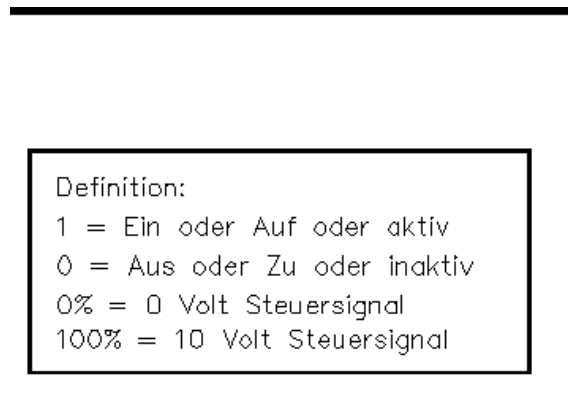

Bild 1.5 – Die Legende mit den verwendeten Abkürzungen
- Nutzen Sie dazu die Funktion *Tabelle mit Parameter einfügen* (1 Zeile, 1 Spalte) und platzieren Sie die Legende in der oberen rechten Ecke (Abb. 1.5).